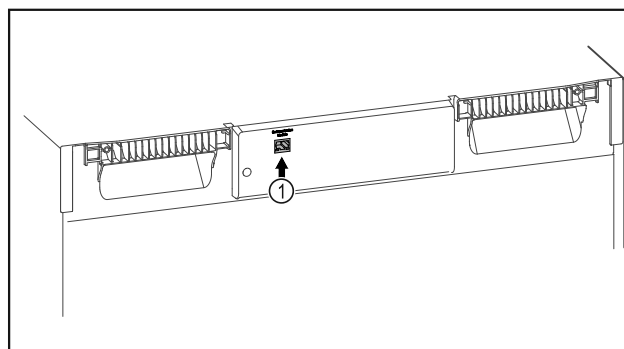

Fig. 150
- ☐ SmartModule Fig. 150 (1) is geplaatst.